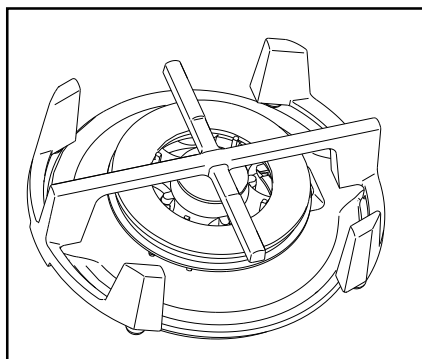

Fig. 2
- **Après les avoir lavés, veillez à les remettre en place correctement**, comme indiqué sur la Fig. 2: assurez-vous de faire correspondre le creux sous le bras, avec la référence situé sur la plaque fixée sur le plan de travail. Dans ce cas, la grille sera stable et fixe.